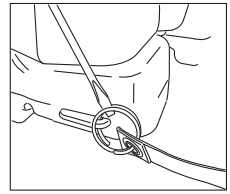

Figura 2.
2. Use un desatornillador plano para extender los anillos en el extremo de las correas para hombros. Inserte los anillos en los orificios de las pestañas en la base del tanque. Gire el anillo hasta que pase completamente a través de los orificios. Asegúrese de que las correas no estén torcidas. **Ver la Figura 2.**